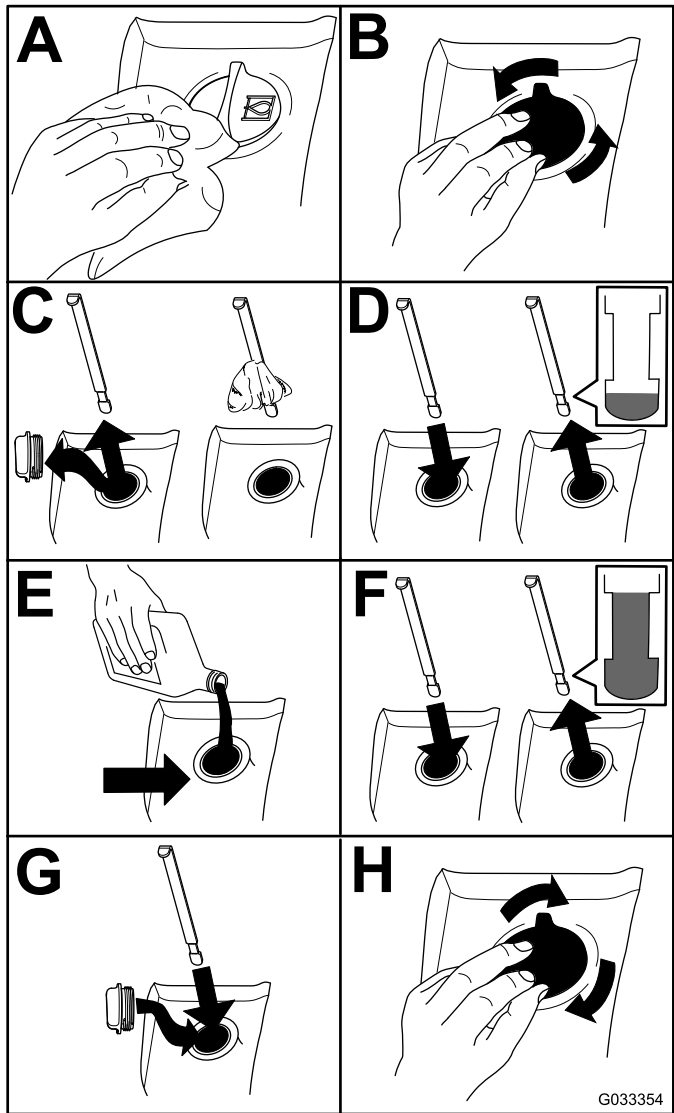

Figure 96
2. Contrôlez le niveau du liquide hydraulique (Figure 96).